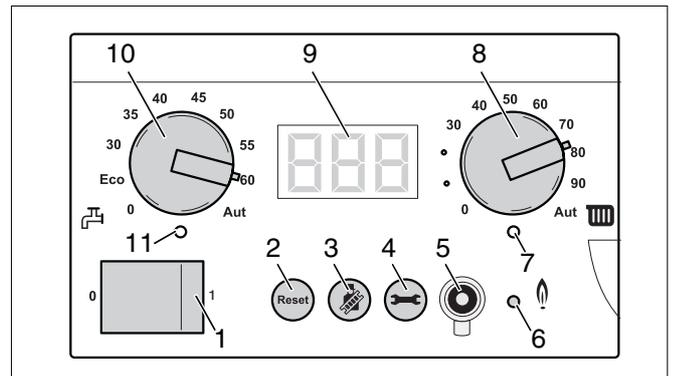

Fig. 105 Regolatore di base BC10
- Nel caso di pulizia con TAB2: premere il tasto "Spazzacamino" (fig. 105, **pos. 3**) e tenerlo premuto (per circa due secondi) fino a che compare nell'angolo destro inferiore del display (fig. 105, **pos. 9**) un punto luminoso. Vedere anche la tabella 9, „Prova di combustione“ di pagina 39. Far funzionare la caldaia per circa 10 minuti.
- Attivare l'impianto di riscaldamento agendo sull'interruttore generale del regolatore di base BC10 (fig. 105, **pos. 1**).
- Ruotare la manopola di regolazione della temperatura massima dell'acqua della caldaia (fig. 105, **pos. 8**) e la manopola per la regolazione del valore nominale dell'acqua calda (fig. 105, **pos. 10**) alla temperatura massima.
- Riportare le manopole di regolazione della temperatura massima dell'acqua di caldaia (fig. 105, **pos. 8**) e della temperatura massima dell'acqua calda sanitaria (fig. 105, **pos. 10**) sui valori desiderati.